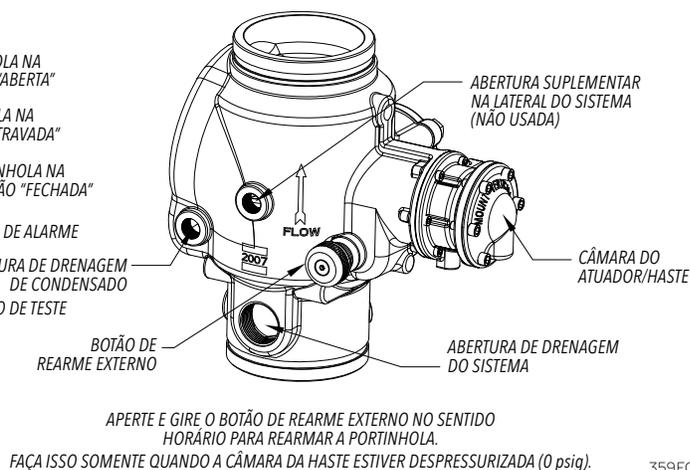

Fig. 1
A válvula de tubulação seca de baixa pressão Modelo EX da Reliable é uma válvula hidráulicamente operada do tipo portinhola com travamento diferencial (Vide Fig. 1), destinada ao uso como válvula de controle primária em um sistema de válvula de tubulação seca. Com esta válvula, os requisitos de pressão de ar ou nitrogênio do sistema podem ser consideravelmente menores que a pressão do suprimento de água disponível (vide Tabela A, pág. 13). As seguintes vantagens resultam diretamente da possibilidade de utilização de uma pressão de ar mais baixa:
5. A manutenção do sistema é simplificada, uma vez que a água de escorva é desnecessária e a válvula de tubulação seca pode ser rearmada externamente, sem a necessidade de remover a tampa. Isto é feito pressionando-se e girando-se o botão de rearme externo na parte traseira da válvula de tubulação seca (vide Fig. 1). Este recurso proporciona uma vantagem significativa em termos de tempo de restauração do sistema.
A válvula de tubulação seca de baixa pressão Modelo EX da Reliable é mostrada nas posições fechada e aberta na Fig. 1. Na posição fechada, a pressão do suprimento atua no lado inferior da portinhola e também na haste através da restrição da entrada da câmara da haste. A força resultante da ação da pressão do suprimento sobre a haste é multiplicada pela vantagem mecânica da alavanca e é mais que suficiente para manter a portinhola fechada, mesmo contra os surtos de pressão normal do suprimento.
Após a parada do sistema, o rearme da válvula da tubulação seca Modelo EX é bastante simples. Para fazer isso, basta pressionar e girar o botão de rearme na parte traseira da válvula de tubulação seca (vide Fig. 1). O recurso de rearme manual da válvula Modelo EX proporciona um meio simples e econômico para se testar o sistema, o que é um fator essencial de um bom programa de manutenção. Todavia, o recurso de rearme externo elimina outro fator importante de uma boa manutenção, qual seja, a limpeza e inspeção periódicas das peças internas da válvula.